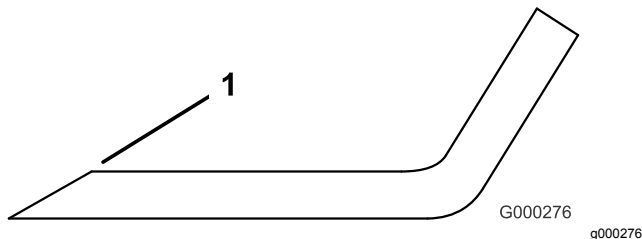

Figure 98
1. Au moyen d'une lime, aiguissez les tranchants à chaque bout de la lame (Figure 98). Veillez à conserver l'angle de coupe d'origine. Limez la même quantité de métal sur chacun des deux tranchants pour ne pas déséquilibrer la lame.